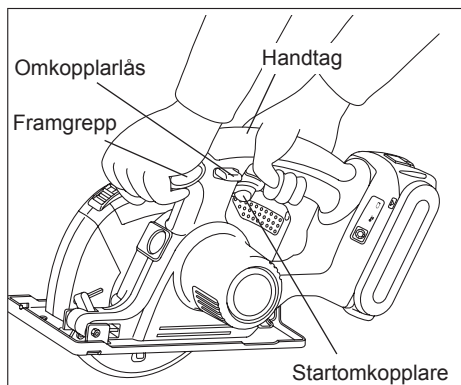

Bild 8
Håll verktyget med båda händerna (se bild 8). Försök inte ta bort sågat material medan klingan roterar.
- Håll alltid i handtaget med ena handen och i framgreppet med den andra (se bild 8). Håll sågen i ett stadigt grepp och tryck in startomkopplaren helt.